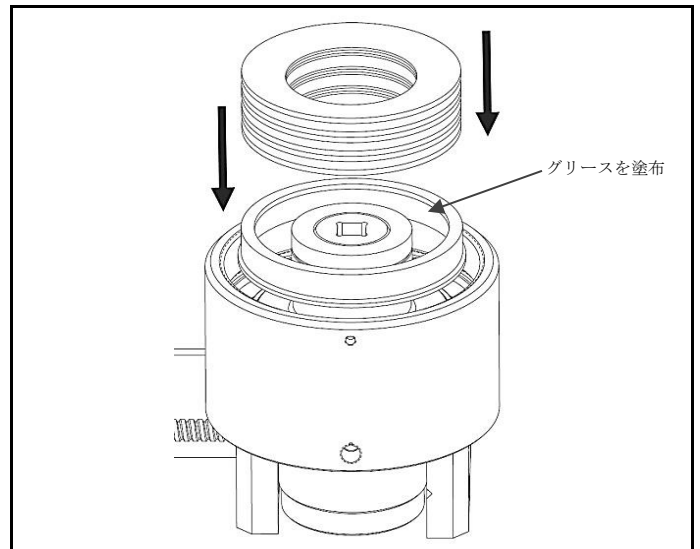

図 4.6 スプリングインサートと皿バネの挿入（正しく積み重ねられるように注意）
- b) 皿バネの積み重ね方が再現されていることを確認します。（図 4.6）